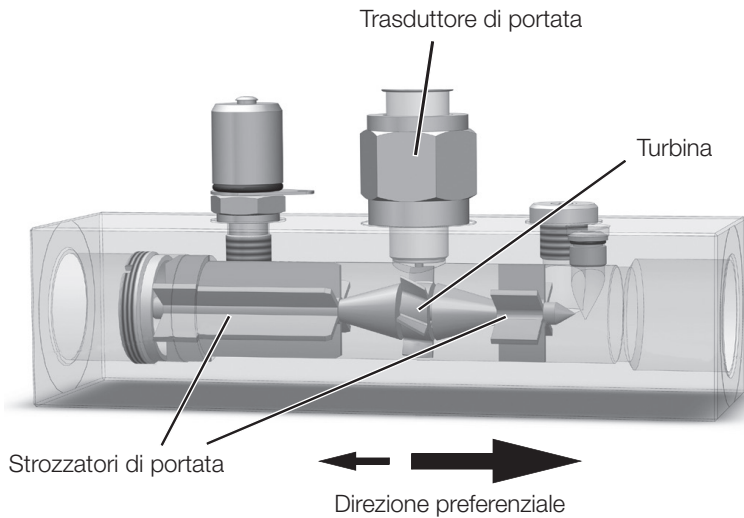

Fig. 2: Design e funzionamento
-  Non svitare mai dall'involucro il trasduttore di portata ( Fig. 2 a pagina 206)!
- ▶ Non ribaltare mai il trasduttore di portata ( Fig. 2 a pagina 206) o non rimuoverlo dall'involucro!